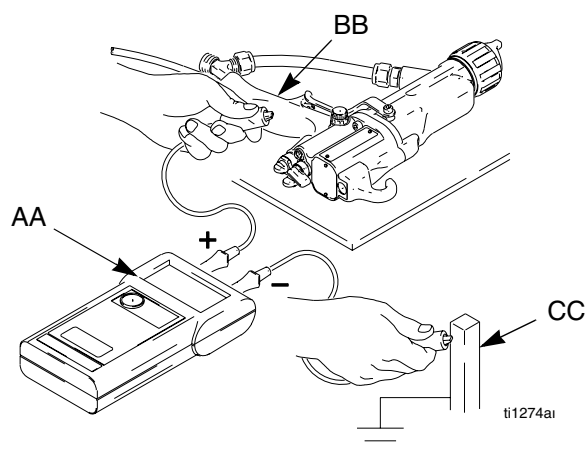

Fig. 4 Kontrollera pistolens jordning
Megohmmeter art.nr. 241079 (AA-se Fig. 4) är inte godkänd för användning i riskmiljö. För att minska risken för gnistbildning ska inte megohmmetern användas för mätning av elektrisk jordning om inte:
4. Se till att luftslangen (R) är ansluten och att slangens jordledning är kopplad till en god jordpunkt.
5. Mät motståndet mellan pistolhandtaget (BB) och en god jordpunkt (CC). Mät med en pålagd spänning på minst 500 till högst 1000 V. Motståndet får ej överstiga 1 Mohm. Se Fig. 4.